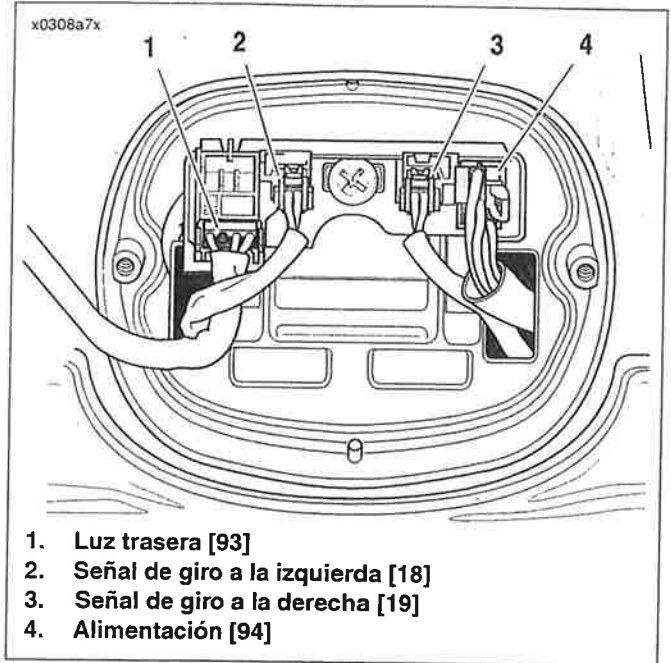

Figura 7-36. Conectores de la base de luz trasera
9. Vea la Figura 7-36. Instale los conectores a la plaqueta.